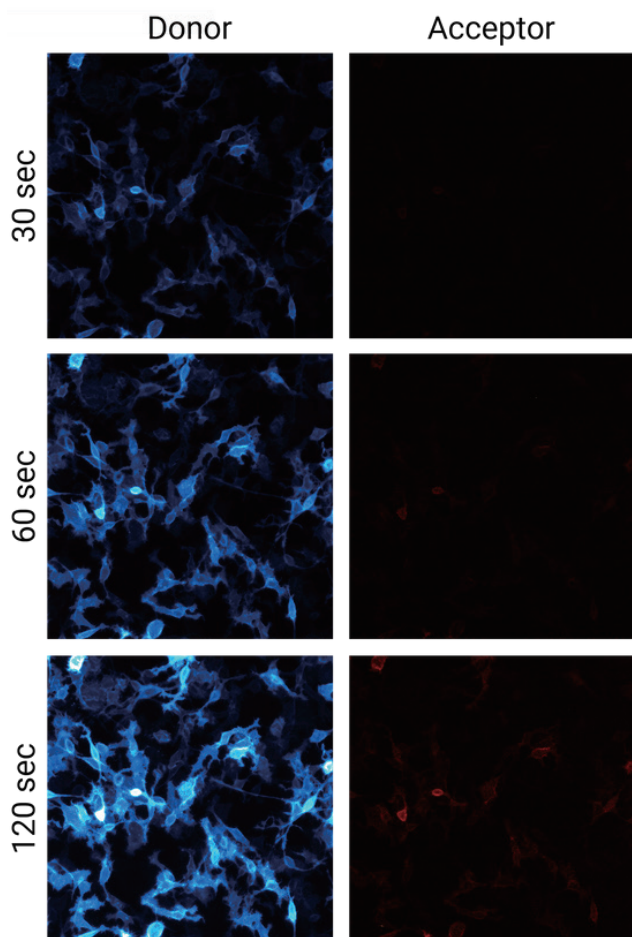

图 1. 无受体情况下的曝光测试示例。图像使用 GloMax[®] Galaxy 细胞成像仪在不同曝光时间下采集。在此例中，供体通道的理想曝光时间为 60 秒，而受体通道的理想曝光时间为 120 秒。底部一行显示了在没有受体的情况下，供体信号渗入受体通道的情况。
- 为受体通道找到合适的曝光时间，使得在该曝光时间下受体通道信号应略高于背景（即在没有受体的情况下，供体信号刚刚开始渗入受体通道）。这样可以确保在存在受体时信号将高于背景（如图 1 中 120 秒曝光所示）。